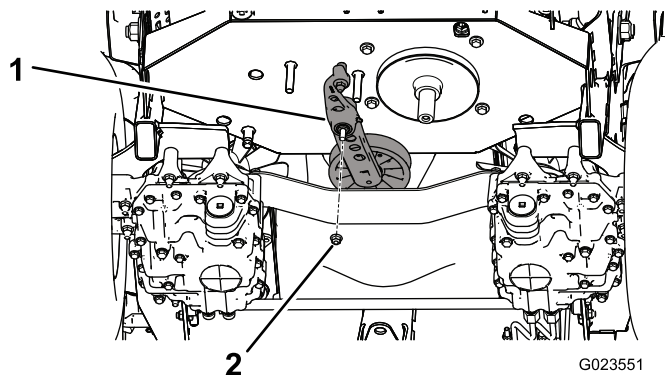

Figure 57
5. Retirez l'écrou qui fixe l'ensemble tendeur au cadre (Figure 57).